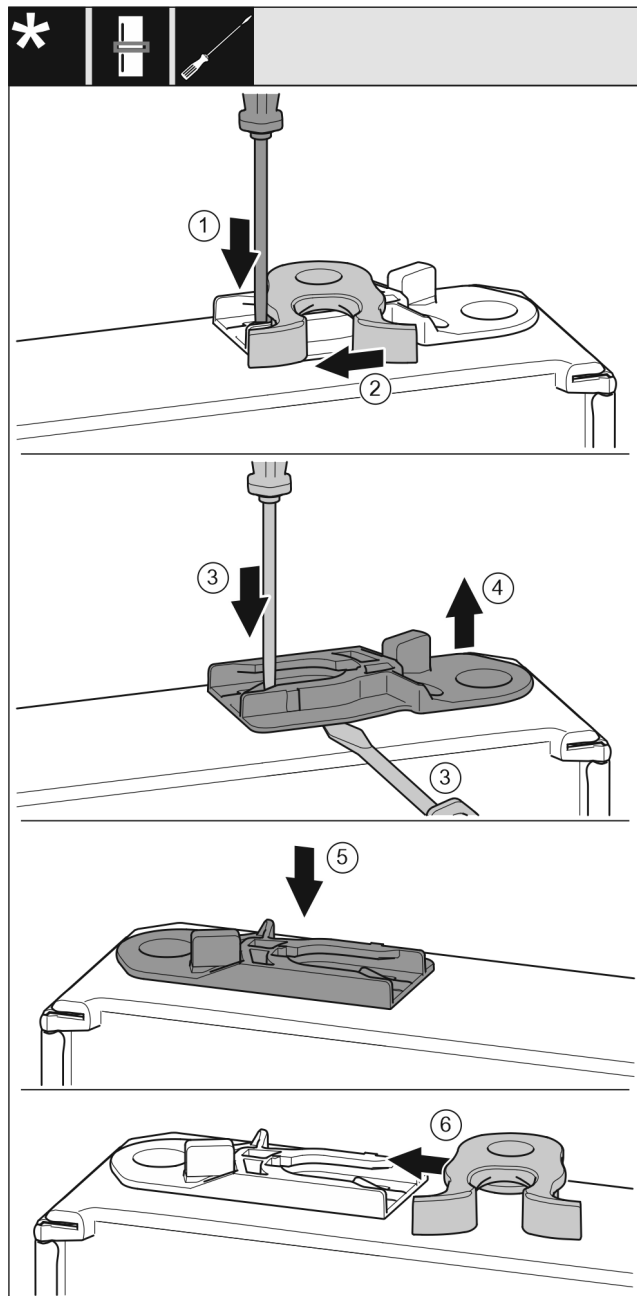

Fig. 19
- С плоска отвертка натиснете езичето Fig. 19 (1) надолу.
- Извадете затварящата кука Fig. 19 (2) от водача.
- Изваждане на направляващата втулка Fig. 19 (3, 4): С плоска отвертка натиснете езичето и едновременно с това вкарайте плоска отвертка под направляващата втулка.
- Вкарайте приложената към доставката направляваща втулка Fig. 19 (5) от другата страна на корпуса.
- Вкарайте затварящата кука Fig. 19 (6) във водача.